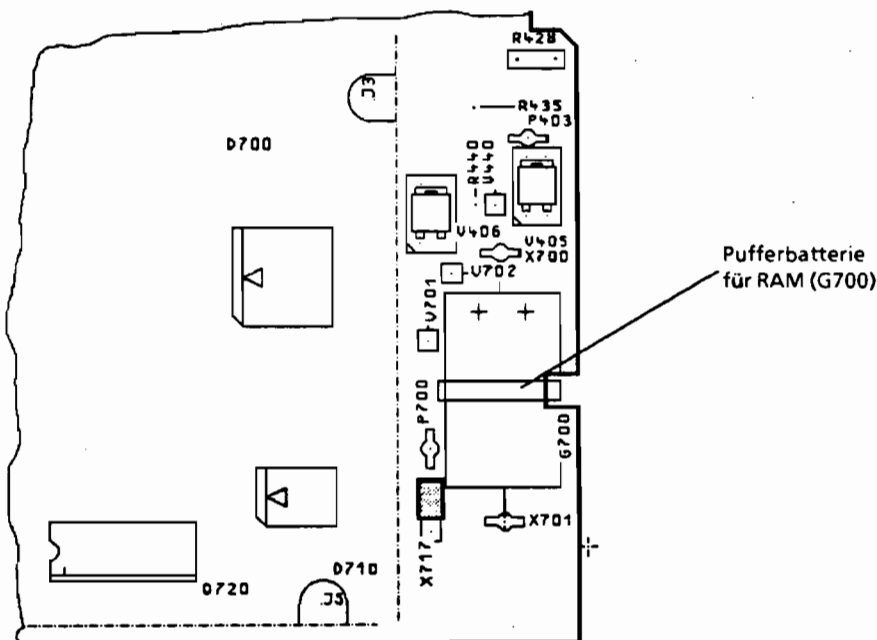

Bild 4-1 Position der Pufferbatterie auf dem Mainboard
- Messen der Batteriespannung nach Anschließen eines Digitalvoltmeters an die Lötstützpunkte X700 und X701. Dabei ist zu beachten, daß kein Kurzschluß des Batteriepluspols X700 nach Masse verursacht wird (Bild 4-1)